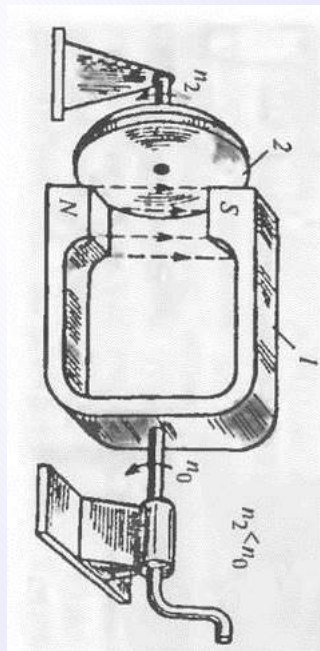

Рисунок 7.2
В основу принципа действия асинхронных двигателей положено явление Араго (Рисунок 7.2), демонстрируемое следующим образом. Под горизонтально подвешенным на нити медным или алюминиевым диском (2) помещают вращающийся подковообразный магнит (1), при этом диск приходит во вращение